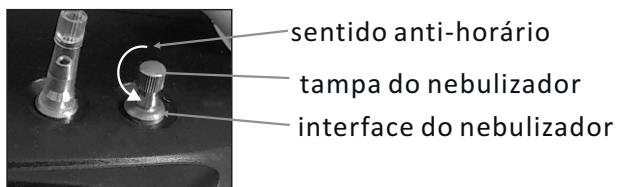

Figura 7: Nebulizador
- Puxe para cima a tampa do nebulizador na interface do nebulizador. (Figura 7)